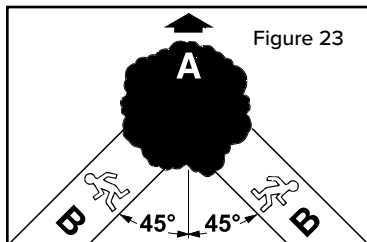

Figure 23
- Le chemin de fuite (b) se trouve à un angle de 45° dans la direction opposée (a) à la direction de chute de l'arbre (voir figure 23).